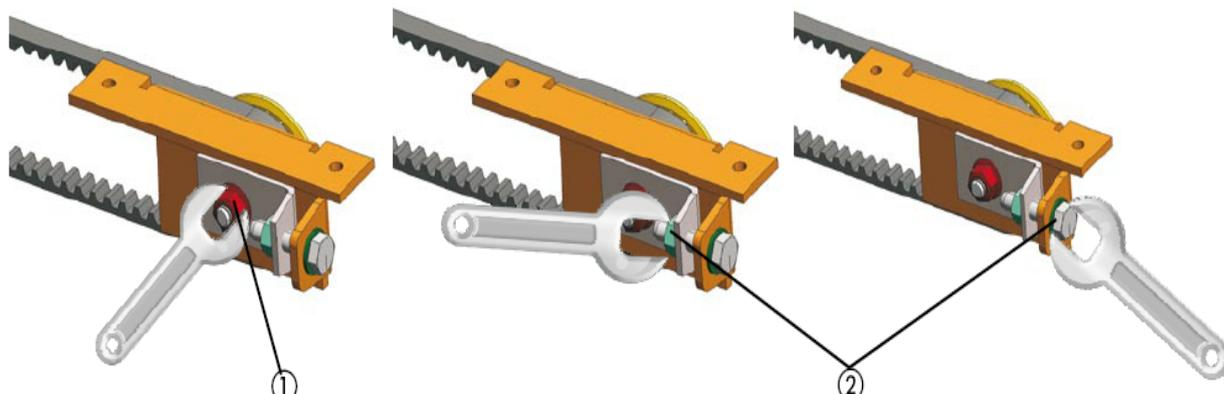

Рис. 21
- Ослабьте гайку (рис. 21 поз. 1)
- При помощи винта и болта (рис. 21 поз. 2), натяните или ослабьте ремень.
- После проверки натяжения затяните гайку (рис. 21 поз. 1)